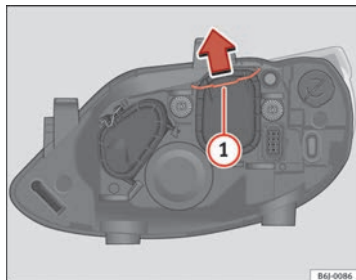

Fig. 161 Feux de croisement
- Déplacez le tirant ⇒ fig. 161 ① dans le sens de la flèche puis retirez le cache.